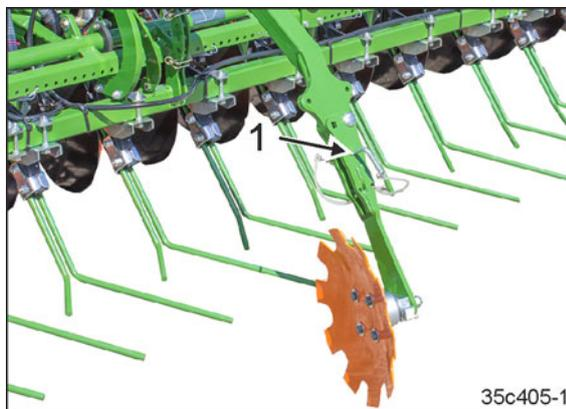

Рис. 241
3. Закрепите соединение пальцем (Рис. 241/1) и зафиксируйте его.